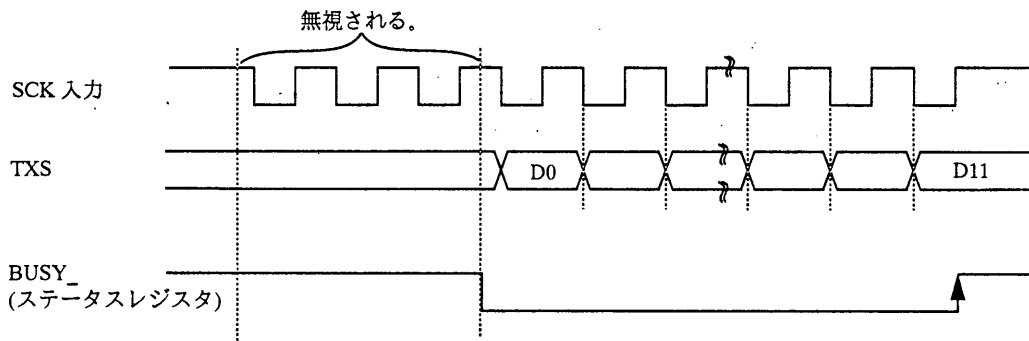

図 10-8 待機中に入力される外部シリアルクロックの例 (送信時)
(2)外部シリアルクロック選択時、ステータスのBUSY\_が'1'の場合、すなわち待機中に入力される外部シリアルクロックは無視されます(図10-8)。